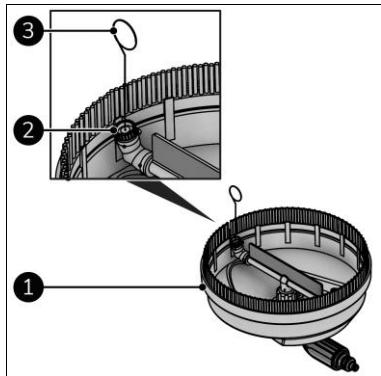

Figure 25
- Retirez le nettoyeur de sol (figure 25, pos. 1) de la rallonge de la lance (figure 5, pos. 1) en le tournant de 90°.
- Nettoyez les deux buses (figure 25, pos. 2) avec la tige de nettoyage (figure 25, pos. 3).